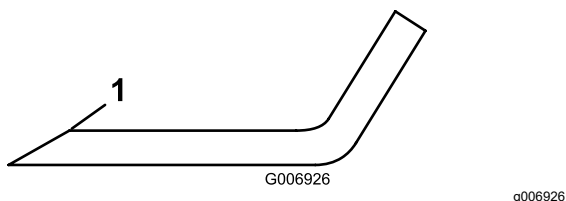

Figura 74
4. Ispezionate i taglienti di tutte le lame, affilateli se sono smussati o scheggiati, affilate solo la parte superiore del tagliente e mantenete l'angolo di taglio originale per garantire l'affilatezza (Figura 74).